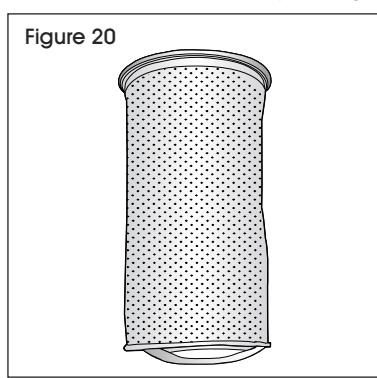

Figure 20
4. Une fois par mois, ou au besoin, lavez le microfiltre en tissu à la main ou à la machine et laissez-le sécher. Ne le mettez pas dans la sécheuse. (Voir Figure 20)